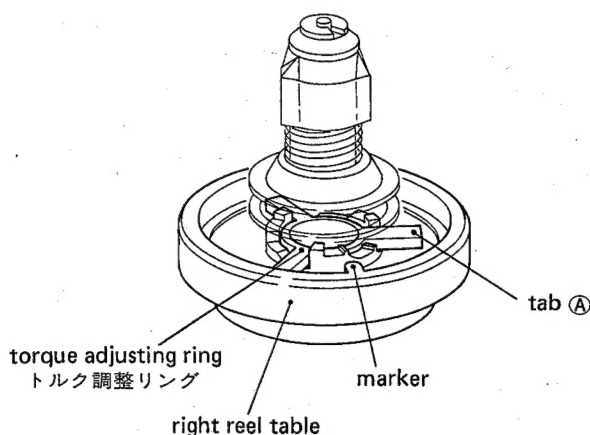

Fig. 4-6
3. If the take-up torque is still out of the limits, adjust the torque adjusting ring provided on the right reel table. The torque can be adjusted to three values as shown in fig. 4-6. Turn the torque adjusting ring with the tab A, pulling slightly upward, and place the tab on one of three stepped portions having pawls to fix the tab.
3. もしテイクアップ・トルクが更に規定値から外れている場合は、右リール台のトルク調整リングを回して調整する。トルクは 図4-6 に示すように 3 段階に調整できる。リール台のマーカのある部分だけ階段部分にツメが設けられているので、調整時にはタブAを持ち上げるようにしてトルク調整リングを回す。